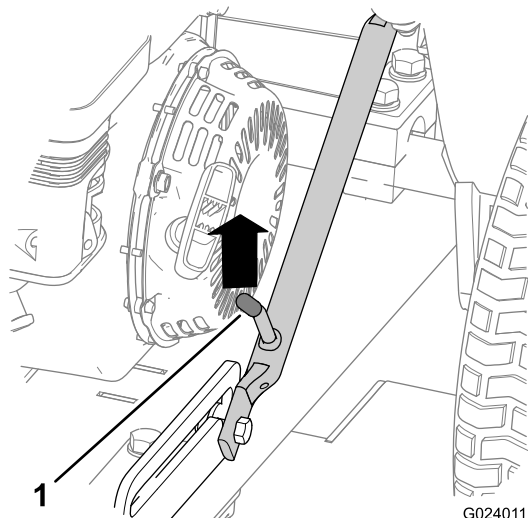

Figura 7
4. Împingeți în sus ansamblul dispozitivului de remorcă până când maneta de fixare este deblocată din opritorul glisorului (Figura 7).